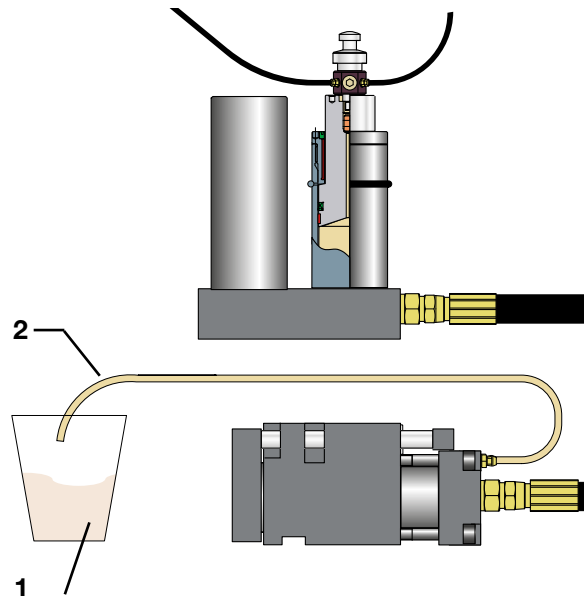

Fig. 18: Cambio de aceite
9.3 Cambio de aceite (Fig.18):